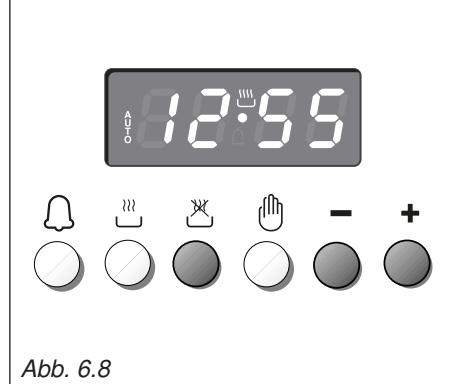

Abb. 6.8
1. Garzeit durch drücken der Taste  und der Taste  oder  einstellen (Abb. 6.8). (Taste  und der Taste  oder  einstellen (Abb. 6.8). (Taste